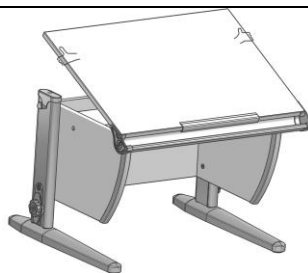

Рис. 31
- приподнять столешницу, держась за дальний левый или правый угол столешницы, на нужный угол наклона, см. рис. 31;